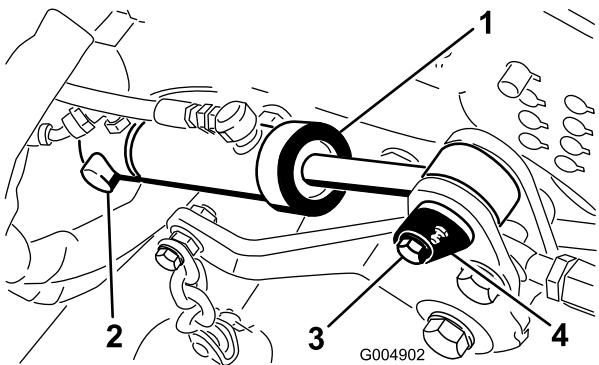

Bild 97
- Nehmen Sie den Haltering ab, mit dem das Heck des Mähwerkhubzylinders am Lagerbolzen befestigt ist (Bild 97).
10. Entfernen Sie die Schraube, mit welcher der Lagerbolzen des vorderen Zylinders am Mähwerkrahmen befestigt ist (Bild 97).
12. Entfernen Sie den vorderen Lagerbolzen und schieben Sie den Zylinder vom hinteren Stift (Bild 97) ab.